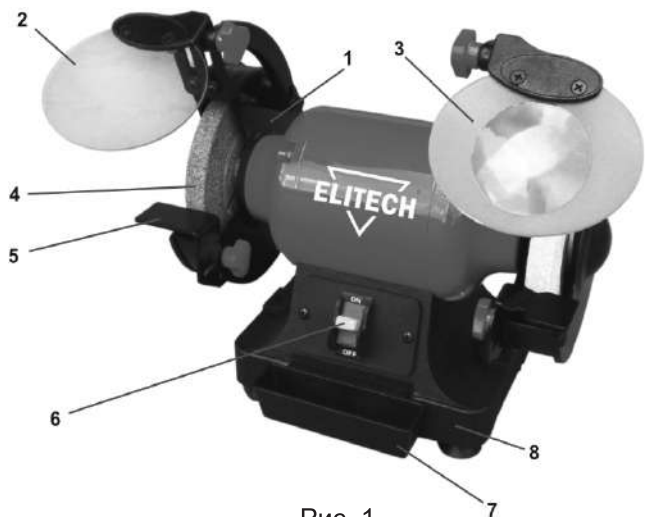

Рис. 1
3. Установить упор 5 (Рис. 1) так, чтобы верхняя точка соприкосновения обрабатываемой детали со шлифовальным кругом 4 находилась выше горизонтальной плоскости, проходящей через центр круга, но не более чем на 10 мм. Проверить и при необходимости отрегулировать зазор между упором 5 и шлифовальным кругом 4. Зазор должен быть не более 2 мм, рабочая поверхность упора должна быть горизонтальной, либо, если предусмотрено конструкцией станка и технологией обработки детали, может быть наклонена вниз. Надежно закрепить упор.